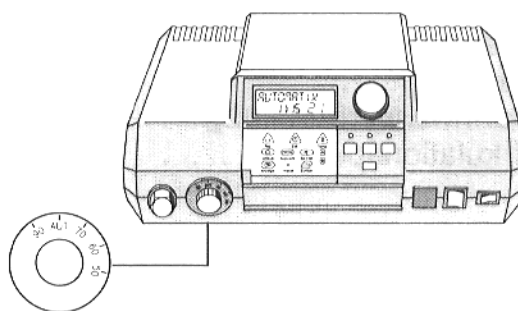

Abb. 4
6. Reglerknopf abziehen (Abb. 4).